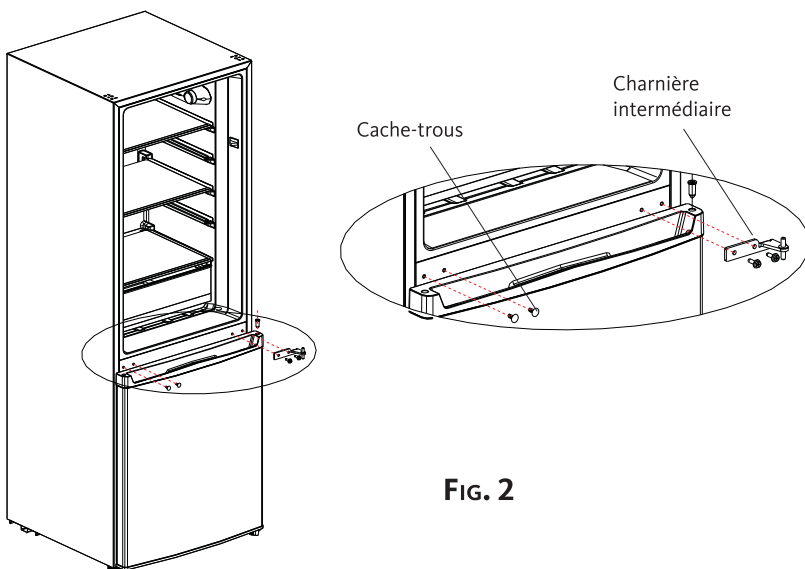

FIG. 2
2. Soulevez la porte du compartiment réfrigérateur avec précaution et posez-la sur une surface douce pour éviter les griffures. Retirez les 2 cache-trous. Dévissez et retirez la charnière intermédiaire (voir figure 2).